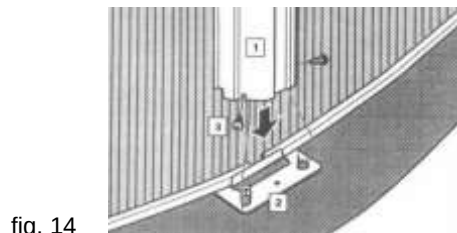

fig. 14
Alinee la parte inferior de uno de los perfiles verticales (VER) (1), con las dos pequeñas lengüetas de las placas base T1 (2). Las lengüetas deben quedar al interior del perfil vertical, fig. 14.
Alinee los orificios para colocar los tornillos TO2 (3), a ambos lados del perfil vertical, asegurándose que se fijan en los agujeros de las lengüetas de la placa T1 (2), fig. 14, ref. bolsa 550.